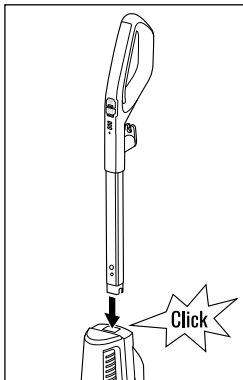

Abb. 1
- ◆ Schieben Sie das Handteil **1** in die Öffnung an der Oberseite des Gerätes, bis das Handteil **1** hörbar in der Öffnung einrastet (siehe Abb. 1).